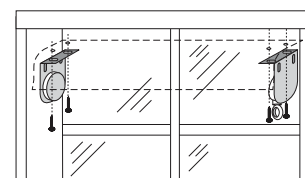

Fig. 5
b. Marque los orificios donde colocará los cuatro tornillos (Fig. 5).
b. Instale la abrazadera de la manivela y la abrazadera del extremo inactivo a través de los orificios de la cenefa (Fig. 5).